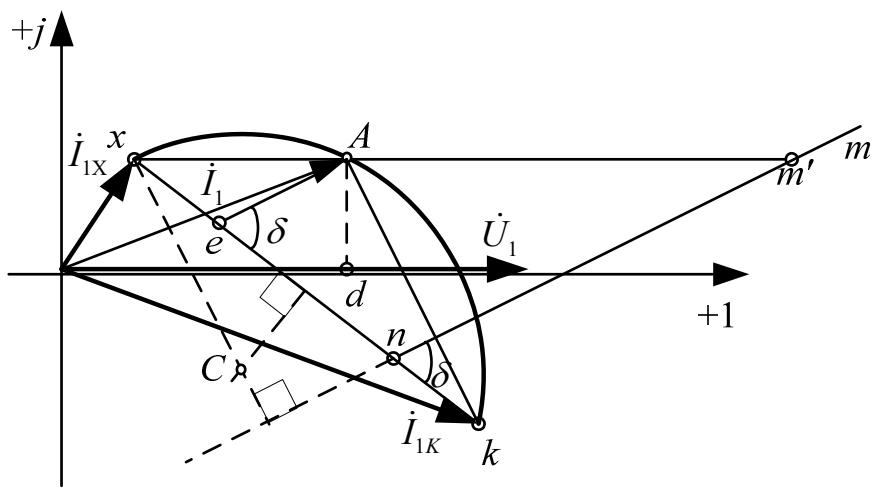

Рис. 8.2.
Построенный по этому уравнению на комплексной плоскости годограф вектора тока  $\underline{I}_1$ , названный круговой диаграммой, используется в данной работе для определения величин  $I_1, I_2, U_2, P_1, S_2$  в режиме активной или емкостной нагрузки. Пример круговой диаграммы приведен на рис. 8.2.
5. Проводится линия переменного параметра  $\overline{nm}$  под углом  $\delta = \phi_{2K} - \phi_H$  к хорде  $\overline{xk}$  (на рис. 8.2 угол  $\delta > 0$ ).